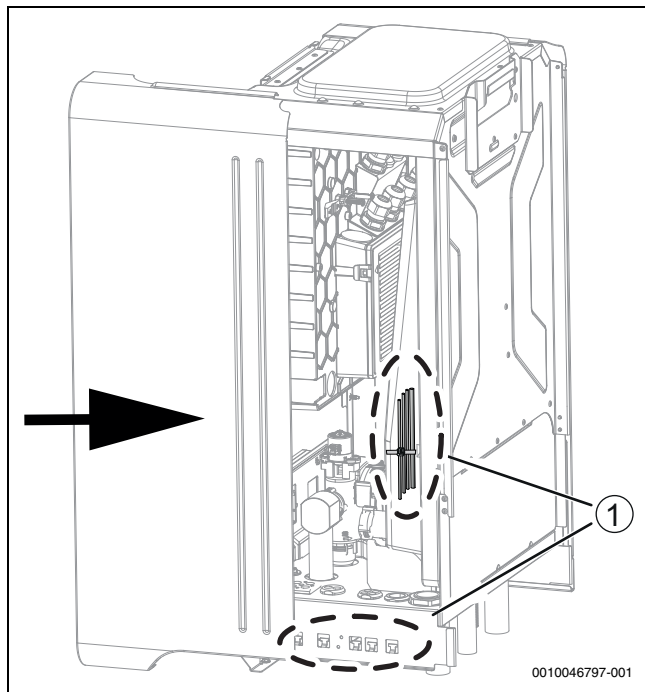

Bild 29 Schieben Sie die Seitenabdeckung an ihren Platz
- ▶ Achten Sie darauf, dass keine Kabel zwischen der Seitenabdeckung und dem Aufbau eingeklemmt werden (→ Abbildung 29 [1]).